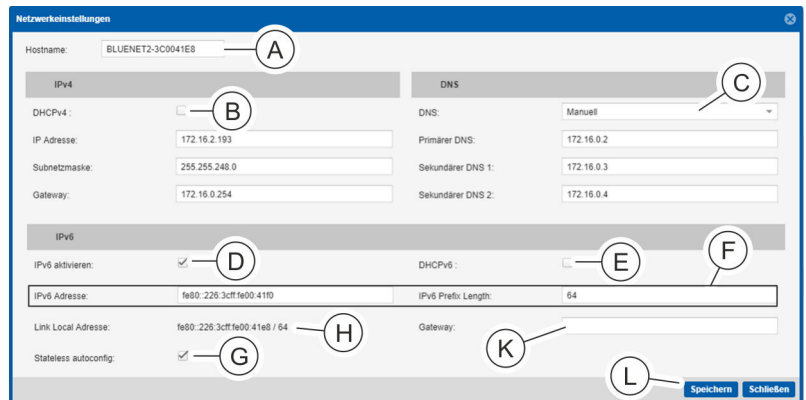

Abb. 138: Fenster "Netzwerkeinstellungen"
2. ➔ Im Fenster "Netzwerkeinstellungen" bei Bedarf den Hostnamen ändern (Abb. 138/Ⓐ).
3. ➔ Im Bereich „IPv4“ die Checkbox „DHCPv4“ aktivieren (Abb. 138/Ⓑ).
Im Bereich „DNS“ (Abb. 138/Ⓒ) den Parameter "DHCPv4 bevorzugen" oder "DHCPv6 bevorzugen" auswählen.
5. ➔ Im Bereich „IPv6“ ggf. die Checkbox „IPv6 aktivieren“ (Abb. 138/Ⓓ) anklicken. Wenn „IPv6“ aktiviert ist, wird eine „Link Local Adresse“ (Abb. 138/Ⓗ) automatisch auf der PDU gesetzt.
6. ➤ Wenn die Checkbox „IPv6 aktivieren“ angeklickt ist, bei Bedarf die Checkbox „DHCPv6“ (Abb. 138/Ⓔ) aktivieren.
Alternativ die Checkbox „DHCPv6“ nicht aktivieren und IPv6-Adresse und IPv6-Prefix-Length manuell eintragen (Abb. 138/Ⓔ).
7. ➤ Bei Bedarf im Bereich „IPv6“ einen Gateway eintragen (Abb. 138/Ⓚ).
8. ➤ Bei Bedarf im Bereich „IPv6“ die Checkbox „Stateless autoconfig“ (Abb. 138/Ⓛ) aktivieren.
9. ➤ Eingabe über die Schaltfläche „Speichern“ (Abb. 138/Ⓛ) bestätigen.